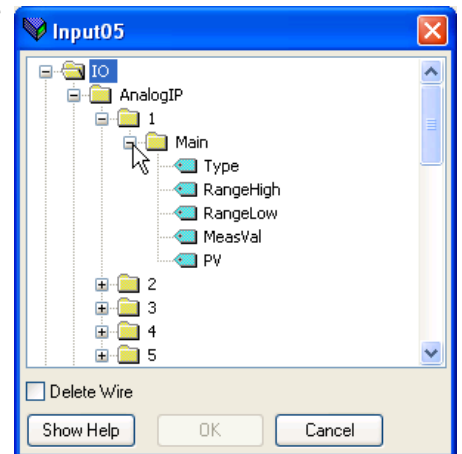

Figure 7.5b Fenêtre de navigation
1. Double-cliquez sur la position suivante disponible dans le tableau des données d’entrée et de sortie et sélectionnez la variable que vous voulez lui attribuer. Vous pouvez utiliser la fenêtre en incrustation (figure 7.5b) qui s’affiche comme navigateur et ouvrir une liste de paramètres.